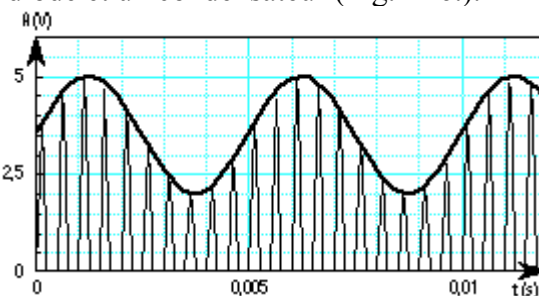

Figure 2- 27. Signal démodulé.
Sans la résistance R, on aurait un détecteur de crête comme précédemment. On détermine cette résistance de manière à ce que la constante de temps RC soit petite devant la période de la porteuse, et grande devant la période du signal à émettre : on arrive ainsi à reconstituer le signal basse fréquence (BF) : c'est la courbe en gras de la Fig.2- 27.